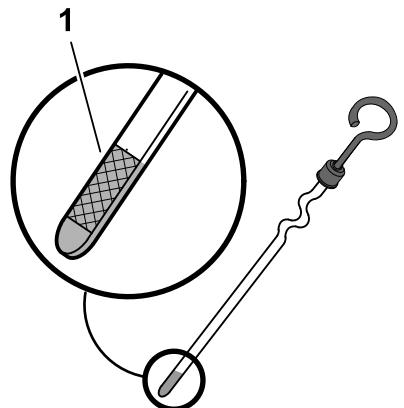

Bild 30
4. Führen Sie den Peilstab vollständig in das Peilstabrohr ein (Bild 30).